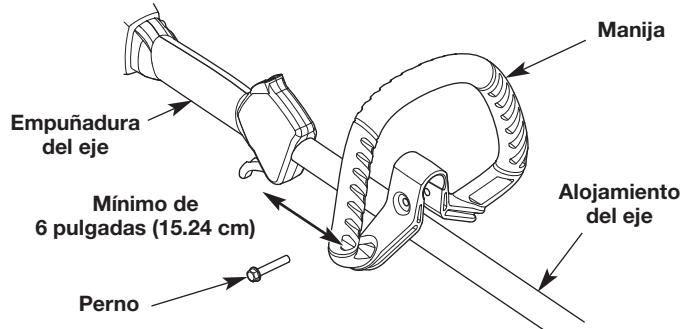

Fig. 3
1. Oprima la manija hacia abajo sobre el alojamiento del eje (Fig. 3). El orificio del perno de la manija debe quedar a la derecha.
2. Inserte el perno en el orificio del perno y oprímalo para que pase a través de él (Fig. 3). Apriete el perno con una llave tubular de 3/8" pero no apriete por completo.
3. Mientras sujetla la unidad en la posición de funcionamiento (Fig. 14), desplace la manija hasta la ubicación que le ofrece el mejor agarre. Ubíquela como mínimo a 6 pulgadas (15.24 cm) del extremo de la empuñadura del eje (Fig. 3).
1. Afloje el perno con una tubular de 3/8" (Fig. 3).
2. Mientras sujetla la unidad en la posición de funcionamiento (Fig. 14), desplace la manija hasta la ubicación que le ofrece el mejor agarre. Ubíquela como mínimo a 6 pulgadas (15.24 cm) del extremo de la empuñadura del eje (Fig. 3).